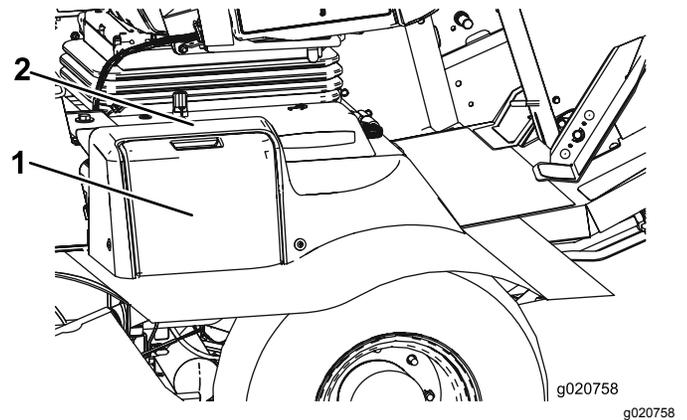

Рисунок 51
1. Откройте крышку аккумуляторной батареи (Рисунок 51) сбоку на кожухе.
Примечание: Нажмите вниз на плоскую поверхность над крышкой аккумуляторной батареи, чтобы упростить процедуру снятия крышки (Рисунок 51).